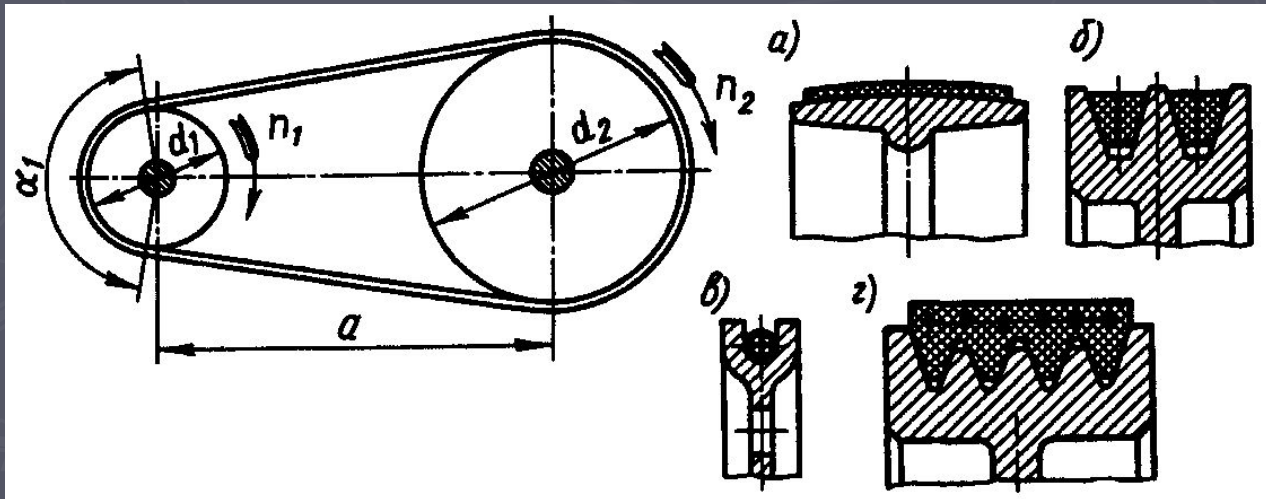

Рис. 2.1. Принципиальная схема ременной передачи и основные виды фрикционных ремней:
- 1.1 плоскоремные* (поперечное сечение ремня имеет форму плоского вытянутого прямоугольника, рис. 2.1.а);
- 1.2 клиноремные* (поперечное сечение ремня в форме трапеции рис. 2.1.б);
- 1.3 поликлиноремные* (наружная поверхность ремня плоская, а внутренняя, взаимодействующая со шкивами, поверхность ремня снабжена продольными гребнями, в поперечном сечении имеющими форму трапеции, рис. 2.1.г);
- 1.4 круглоремные* (поперечное сечение ремня имеет форму круга, рис. 2.1.в);